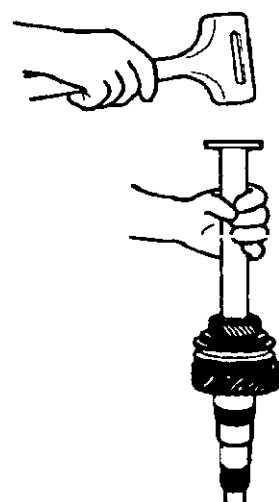

Рис. 6.26. Установка упорной шайбы
8. При помощи подходящего инструмента установите упорную шайбу 49 (см. рис. 6.16), как показано на рис. 6.26, предварительно смазав ее.